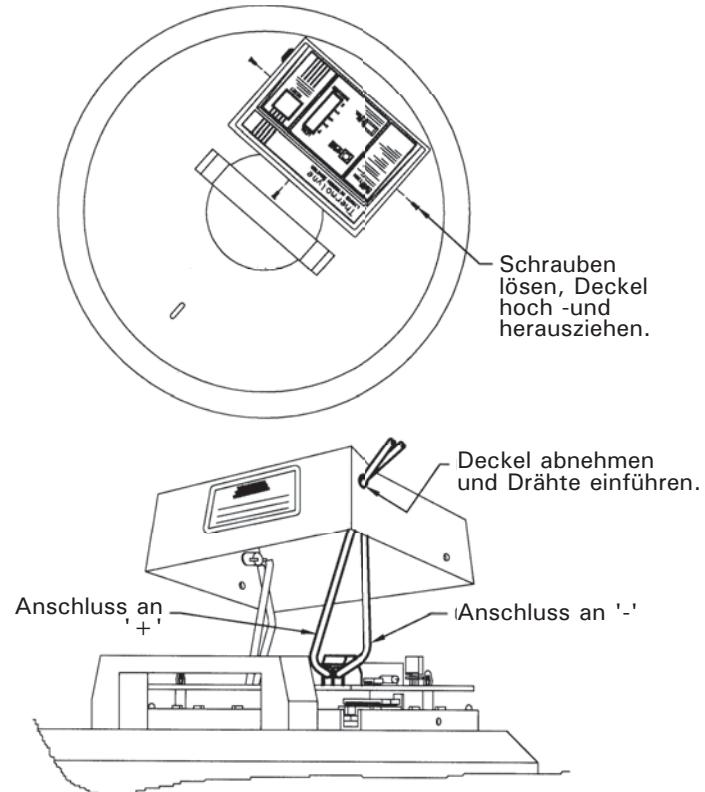

Abb. 6-1. Fernalarmanschluss
2. Lösen Sie die drei Schrauben an der Abdeckung des LN2-Füllstandmonitors. Ziehen Sie die Abdeckung ab (siehe Abb. 6-1).
5. Siehe Abb. 6-1, -2 und -3 für die Anbringung der Fernalarmkontakte.